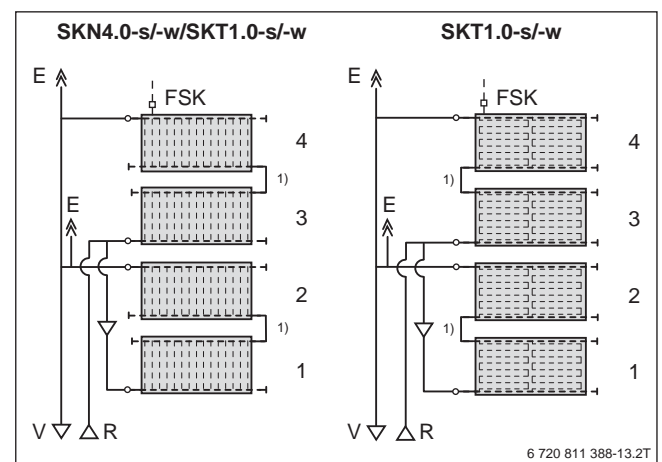

Bild 129 Verschaltung von 4 waagerechten Kollektoren übereinander
- ▶ Hierzu die 2 unteren Kollektoren (1 + 2) und die 2 oberen Kollektoren (3 + 4) in Reihe verbinden (→ Bild 129).